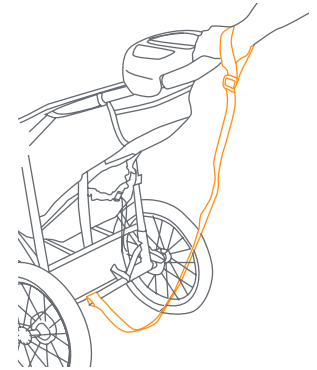
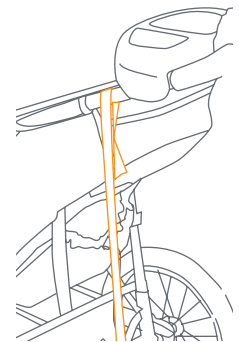

Fig. 21a
Fig. 21b
- **SAFETY WRIST STRAP:** Always connect the safety strap to either wrist when jogging. This strap will keep the stroller from rolling away in the event that you trip while running (Fig. 21a). The safety strap must remain connected to the rear lower frame cross member at all times. This location is intended to prevent the stroller being tipped backward in the event that you do fall to the ground. The safety strap includes a Velcro attachment for storage, on the left side of the stroller, when not in use (Fig. 21b).
- **CORREA DE SEGURIDAD PARA LA MUÑECA:** Siempre conecte la correa de seguridad a cualquiera de las muñecas al trotar. Esta correa evitará que el cochecito ruede fuera de su alcance en caso de que usted se tropiece mientras corre (Fig. 21a). La correa de seguridad debe permanecer conectada al travesaño del armazón inferior trasero en todo momento. Esta posición tiene como fin evitar que el cochecito se incline hacia atrás en caso de que usted se caiga al suelo. La correa de seguridad incluye un accesorio de Velcro para su almacenaje, a la izquierda del cochecito, cuando no está en uso (Fig. 21b).